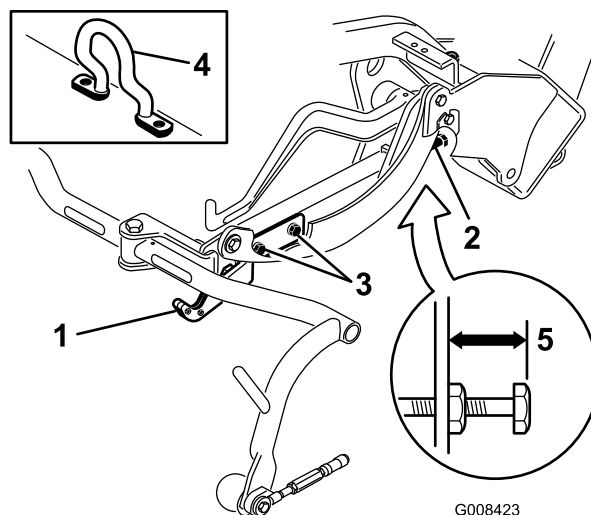
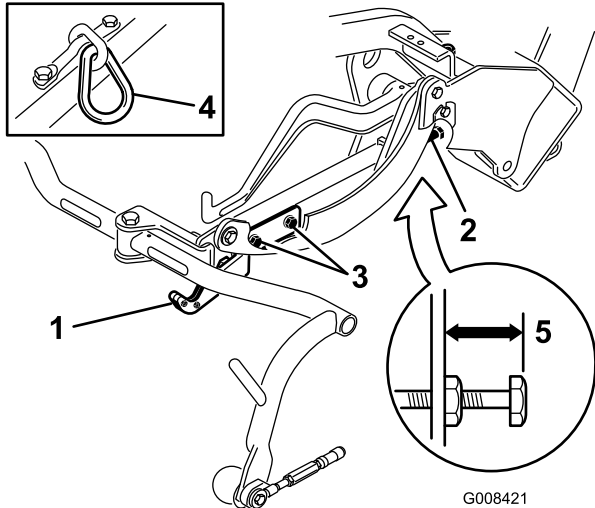
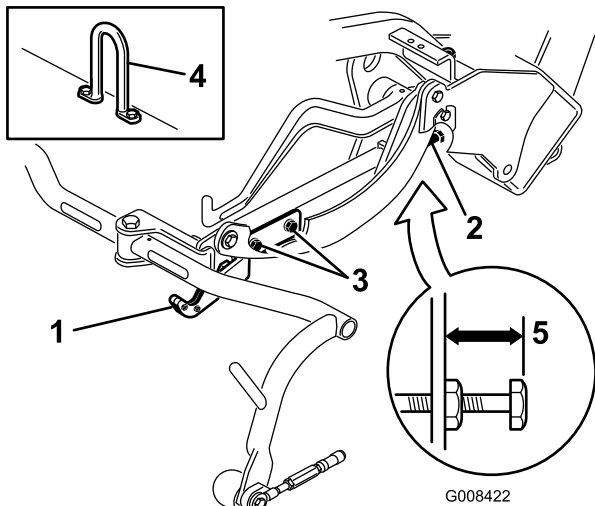

Figura 12
Figura 13
Figura 14
Compruebe la altura de transporte (Figura 13 y Figura 14) y ajústela, si es necesario.
2. En unidades de corte equipadas con un gancho de elevación acodado (Figura 12, detalle) compruebe que la distancia entre la parte superior del tornillo de ajuste del bastidor de tiro y el borde trasero del bastidor de tiro es de 25 mm. Si la distancia no es de 25 mm, continúe con el paso 4.
- En unidades de corte equipadas con un gancho de elevación con eslabón de cadena o recto (Figura 13 y Figura 14, detalle) compruebe que la distancia entre la parte superior del tornillo de ajuste del bastidor de tiro y el borde trasero del bastidor de tiro es de 22 mm. Si la distancia no es de 22 mm, continúe con el paso 4. Si la unidad de corte está equipada con un gancho de elevación acodado, (Figura 12), continúe con el paso siguiente.
- Afloje los tornillos de montaje de la pletina de transporte (Figura 13, Figura 14 y Figura 12).
- Si los bastidores de tiro no están a la misma altura, afloje la contratuerca del tornillo de ajuste del bastidor de tiro (Fig.Figura 12, Figura 13 y Figura 14). Gire el tornillo hacia fuera para elevar y hacia dentro para bajar. Apriete la contratuerca después de obtener la altura correcta.